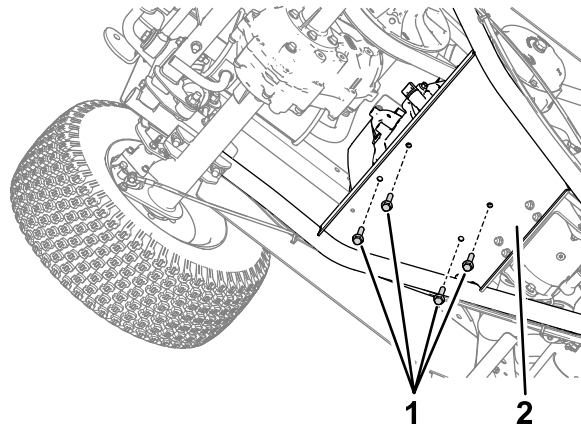

図 5
10. エンジンをスイングアームプラットフォームに固定している4本のフランジヘッドボルトを取り外す 図 5。